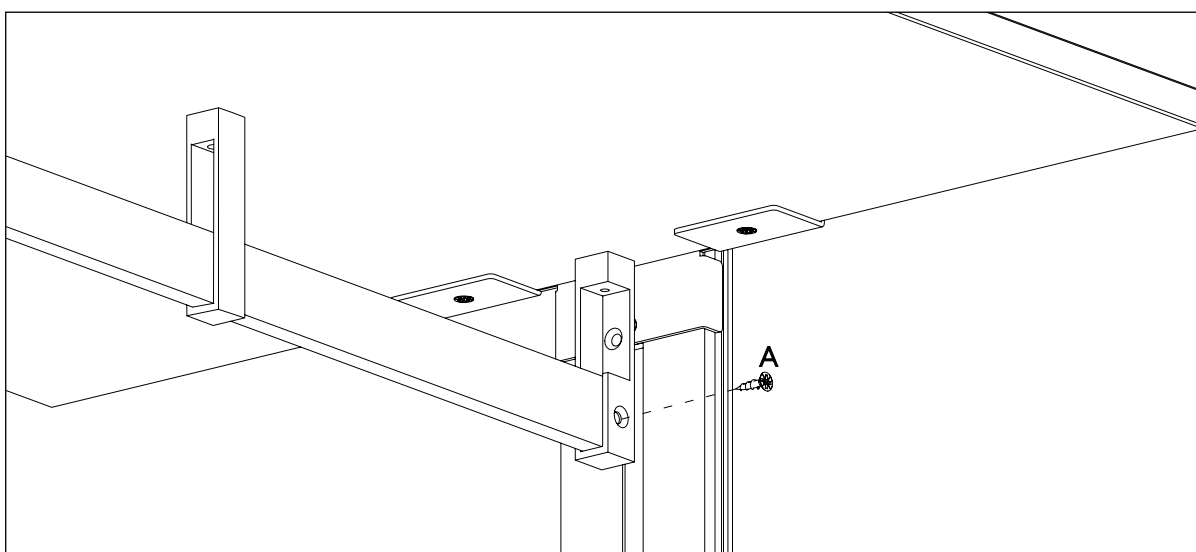

РИС. 26
Установите штангу и закрепите её фиксирующими саморезами (A) 3x9 Рис.26.